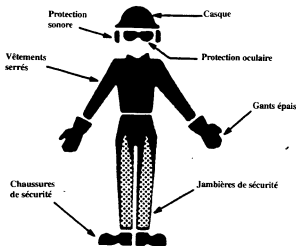

Figure 1
1. Portez des vêtements de protection : Figure 1. Portez toujours des chaussures de sécurité avec pointe en acier et semelle anti-dérapante ; des vêtements serrés ; des gants épais anti-dérapants ; des lunettes de protection aérées anti-buée ou un masque ; un casque certifié et une protection sonore (des boules quies ou un casque insonorisant). Les utilisateurs réguliers doivent faire vérifier leur ouïe régulièrement à cause du bruit de la tronçonneuse.